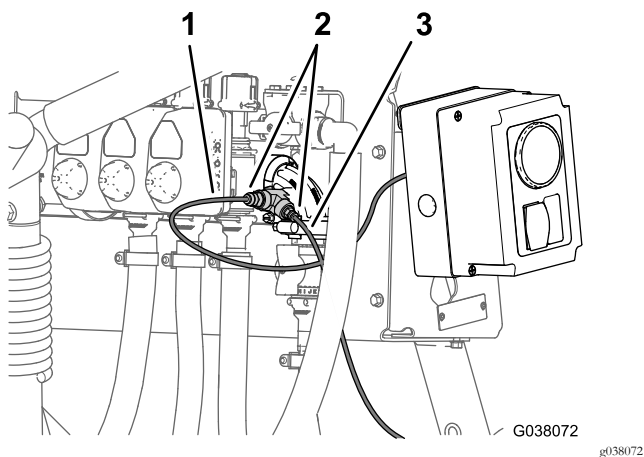

Figure 125
1. Alignez le bout du tube de détection de pression (plastique) associé au manomètre situé dans la planche de bord et la bague de blocage du raccord de tube sur le raccord en T (Figure 125).
2. Insérez le tube de détection dans la bague de blocage jusqu'à ce que le tube soit complètement engagé (Figure 125).
3. Alignez le bout du tube de détection de pression (plastique) associé au manomètre situé dans le boîtier de commande du kit pistolet-pulvérisateur ou du kit dévidoir électrique et la bague de blocage du raccord de tube sur le raccord en T (Figure 125).
4. Insérez le tube de détection dans la bague de blocage jusqu'à ce que le tube soit complètement engagé (Figure 125).